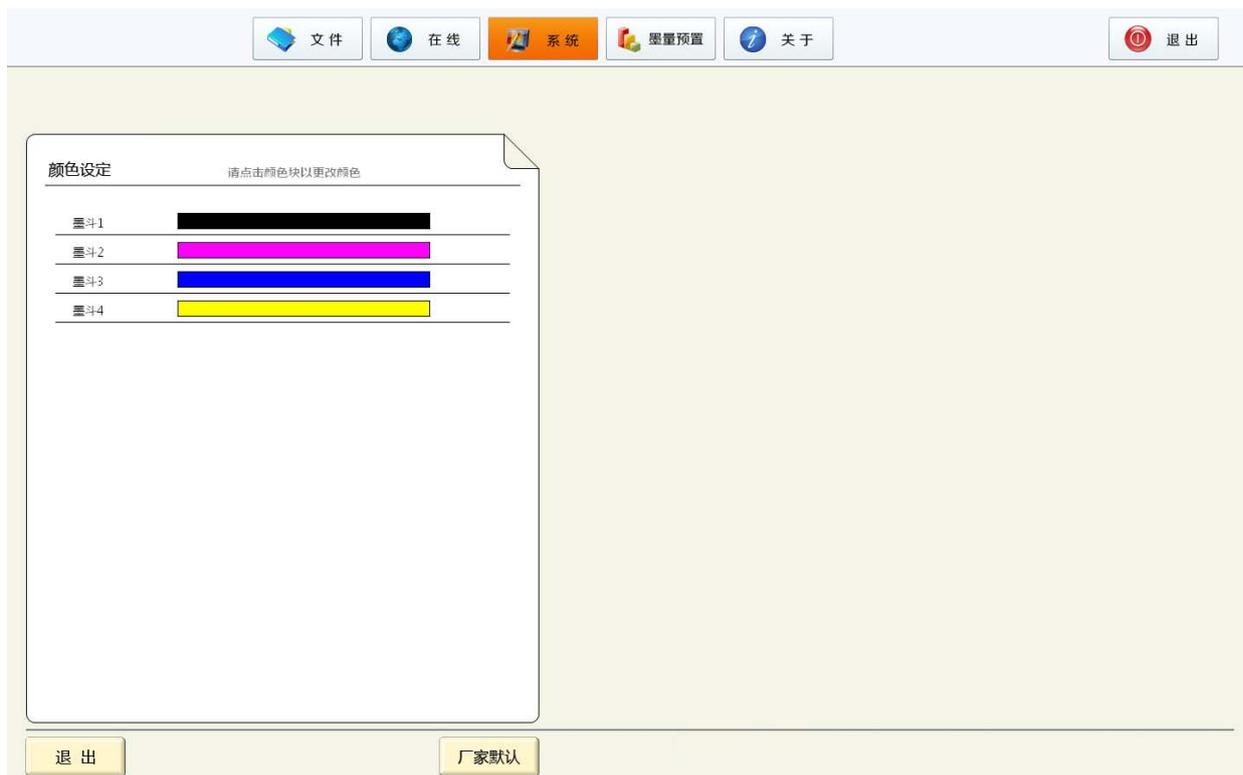

图 5.7.1
- 1、单击主窗口的“系统”->“色彩设置”项，打开颜色设定窗口，如图 5.7.1。